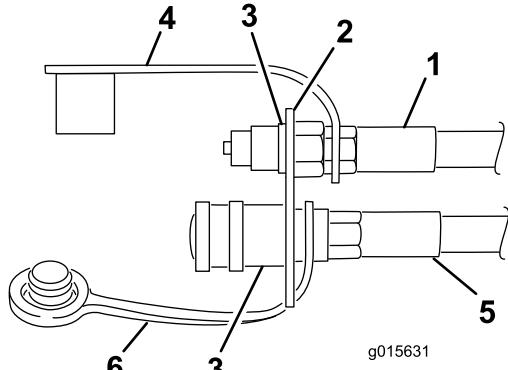

Figura 17
3. Fissate il gruppo flessibile all'accoppiatore femmina (Figura 17).
4. Fate scorrere la parte terminale dell'occhiello del coperchietto antipolvere (Figura 17) sull'estremità del flessibile idraulico proveniente dal raccordo della valvola posteriore.
6. Inserite l'estremità del flessibile nel foro superiore della staffa dell'accoppiatore (Figura 17).